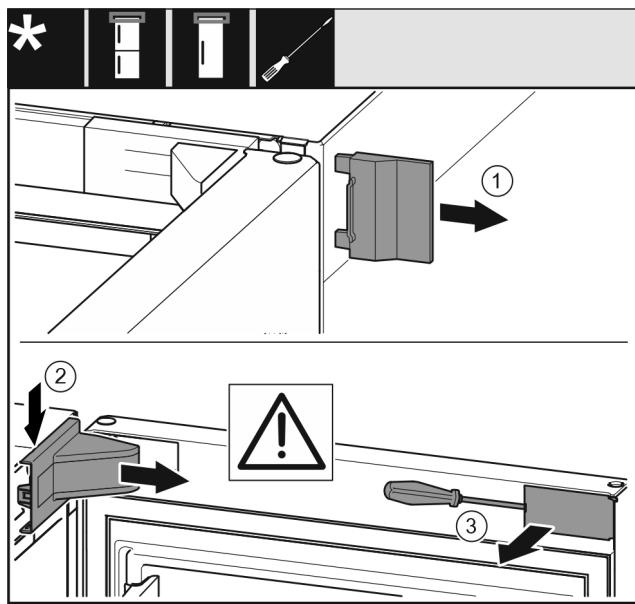

Fig. 6
► Detașați apărătoarea exterioară. Fig. 6 (1)
► Deblocați și desfaceți apărătoarea suporturilor de lagăr. Detașați apărătoarea suporturilor de lagăr. Fig. 6 (2)
► Deblocați masca cu șurubelnita plată și pivotați-o în lateral. Fig. 6 (3)